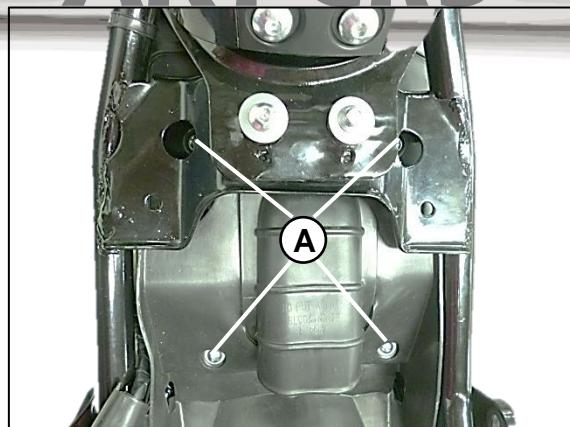

Fig.31
Retire los 4 tornillos (A) de la cubierta superior, y ubicara el elemento filtrante del aire, desajuste todos los tornillos que van del filtro al cuerpo de la caja filtro y retírelo. **Fig.31**